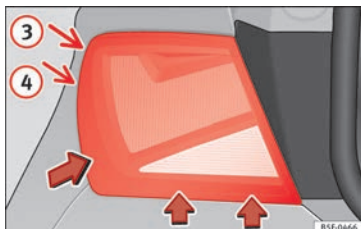

Abb. 116 Ausbau der Heckleuchte im Seitenteil
- Bewegen Sie die Leuchte in Richtung der Pfeile hin und her, bis sie sich aus der Aufnahme löst (Positionen ③ und ④) » Abb. 116.